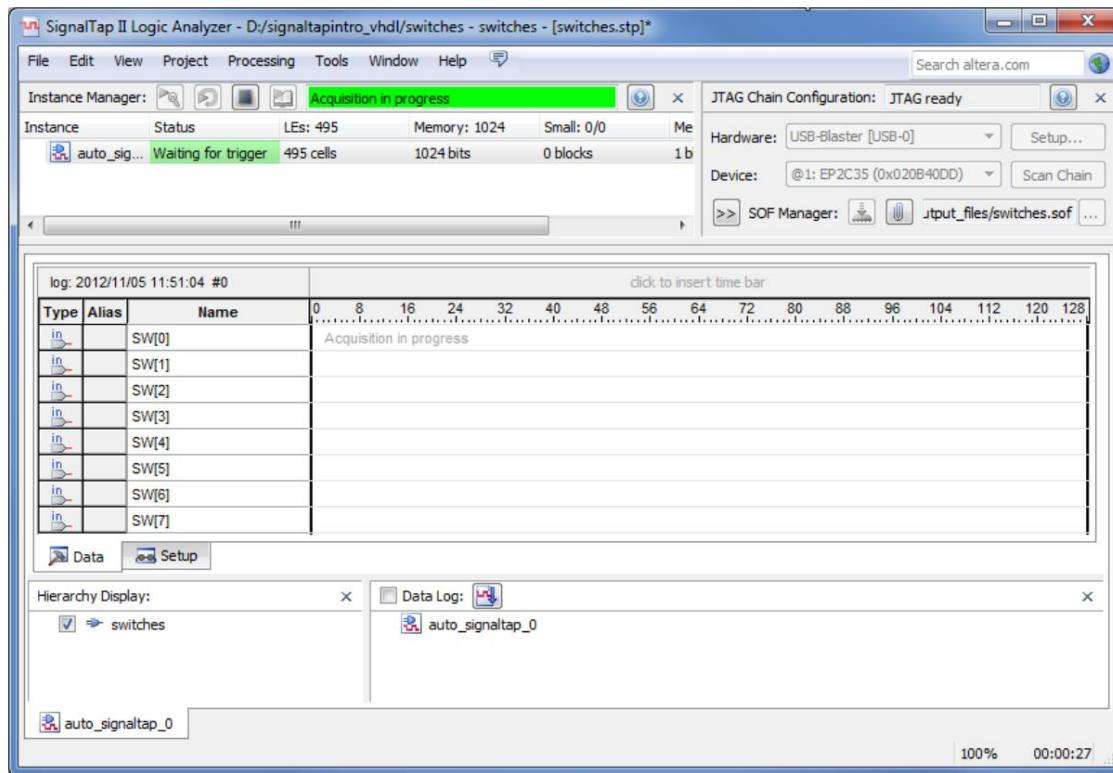

Figure 12. Fenêtre SignalTap II sur une carte de la série DE après avoir cliqué sur Exécuter l'analyse.
- Dans la fenêtre SignalTap, sélectionnez Traitement > Exécuter l'analyse ou cliquez sur l'icône . Cliquez ensuite sur l'onglet Données de la fenêtre SignalTap II. Un écran similaire à la figure 12 devrait s'afficher . Notez que la colonne d'état du panneau Gestionnaire d'instances SignalTap II indique « En attente de déclenchement ». Ceci est dû au fait que la condition de déclenchement (commutateur 0 à l'état haut) n'est pas encore remplie. (Ceci est valable si le commutateur 0 est à l'état bas, comme indiqué à l'étape précédente. Si ce n'est pas le cas, réglez-le sur bas, puis cliquez à nouveau sur Exécuter l'analyse.)